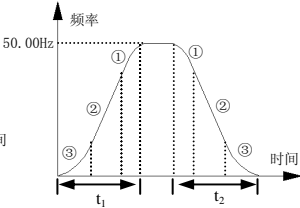

图 6-2 S 曲线加减速
- 1：S 曲线加减速方式。输出频率按照 S 形曲线递增或递减，如图 6-2 所示。